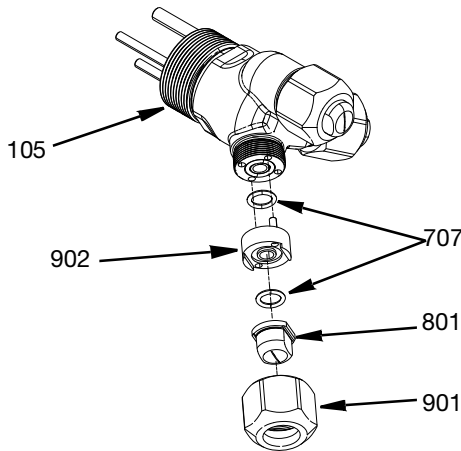

FIG. 5
1. Coloque las juntas tóricas (707) en el conjunto adaptador de cabezal triple (105).
2. Coloque una junta tórica en cada adaptador sellador de boquilla de pulverización (902). Las boquillas (801) deben introducirse en el adaptador sellador (902) asegurándose de que la boquilla quede encajada en el adaptador sellador.
3. Alinee las clavijas del adaptador sellador de la boquilla de pulverización (902) con el conjunto adaptador de cabezal triple (105) y asegúrelos con la tuerca de retención (901). Apriete a 20,34 N•m (15 lb-pie). Consulte la FIG. 5.